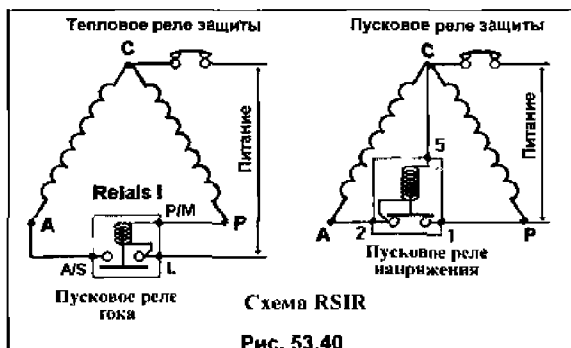

Рис. 53.40
**3) Схема RSIR** (Resistance Start Induction Run) использует пусковое реле без конденсатора (см. рис. 53.40).